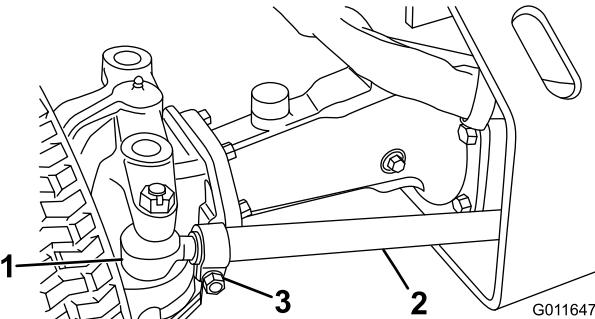

Figura 52
2. Retire a chaveta y la tuerca de cualquiera que fijan la junta esférica de una de las bielas al soporte ubicado en el eje, y desconecte la junta esférica del eje (Figura 52).
3. Afloje el tornillo de la abrazadera de la biela (Figura 52). Gire la junta esférica hacia dentro o hacia fuera para ajustar la longitud de la biela.